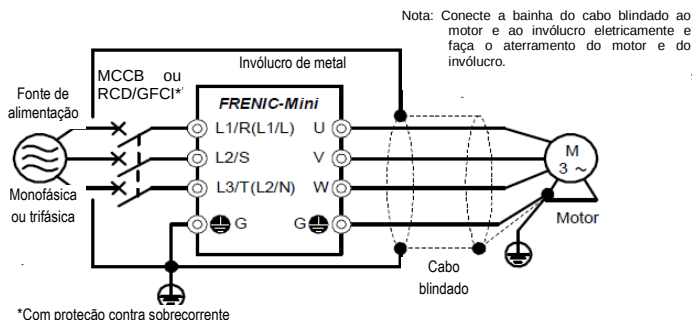

Figura 11.5 Instalando o inversor em um painel de metal
- (4) Se o ruído do inversor exceder o nível permitido, coloque o inversor e seus periféricos no interior de um painel de metal, como mostrado na Figura 11.5.